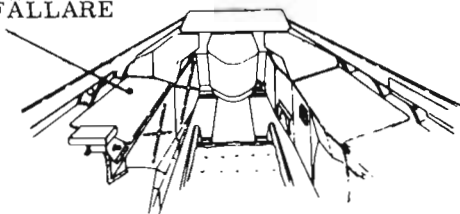

Bild 1. Fnav-plats
6. Se till att strömställaren FÄLLARE på fnav-platsen står i läge FRÅN. (Strömställarens placering, bild 1).